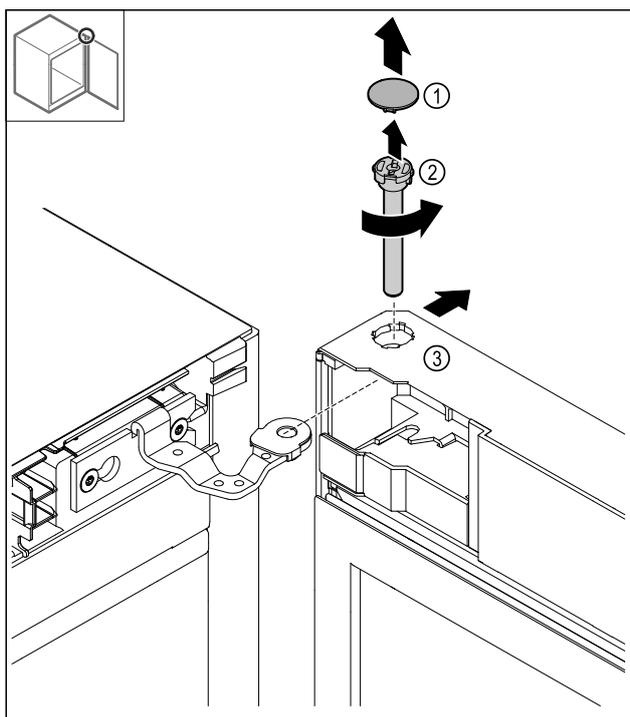

Fig. 19
- ▶ Abdeckung Fig. 19 (1) abnehmen.
- ▶ Bolzen Fig. 19 (2) gegen den Uhrzeigersinn lösen und herausziehen.
- ▶ Tür Fig. 19 (3) leicht kippen.